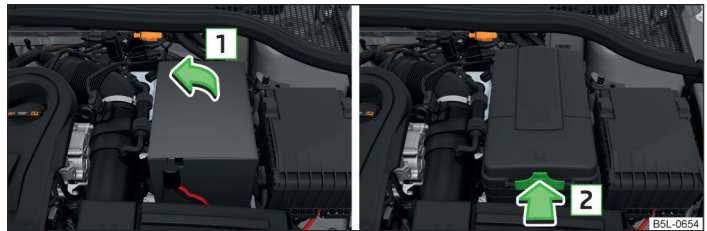

Fig. 163 Vano motor: Cubierta de poliéster de la batería del vehículo/cubierta de plástico de la batería del vehículo
La batería se encuentra en el vano motor en una cubierta de poliéster o una cubierta de plástico, respectivamente » fig. 163.
- Abra la cubierta de la batería en la dirección de la flecha **1** o presione el enclavamiento en el lado de la cubierta de la batería en la dirección de la flecha **2** » fig. 163, levante la cubierta y retírela.